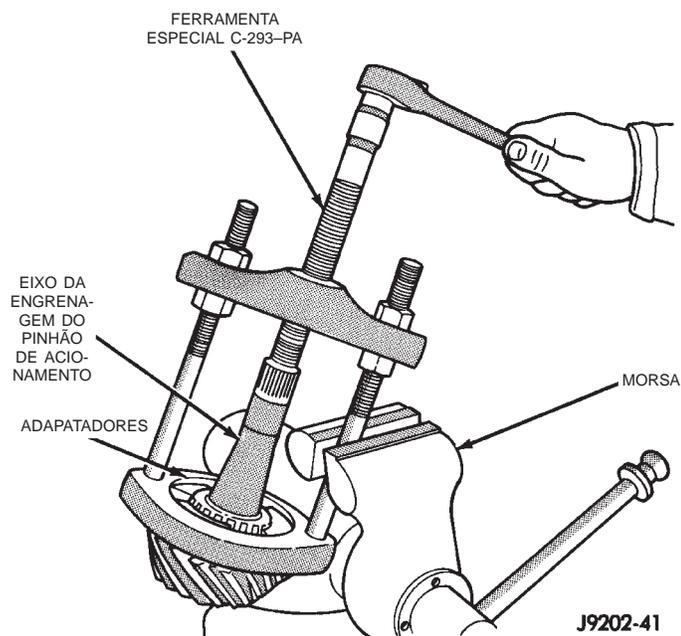

Fig. 28 Remoção do Rolamento Traseiro
(12) Remova o rolamento traseiro do pinhão com o Extrator/Prensa C-293-PA e Adaptadores C-293-40 (Fig. 28).